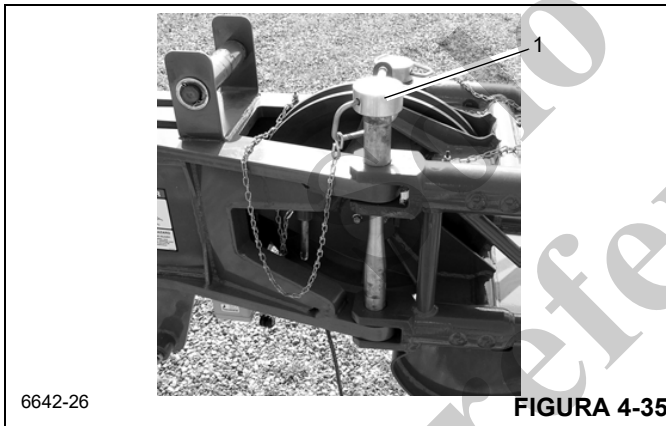

FIGURA 4-35
6. Quite el pasador (1, Figura 4-35) de la sección articulada. Instale el pasador en la sección de extremo y reténgalo con el pasador de pinza.